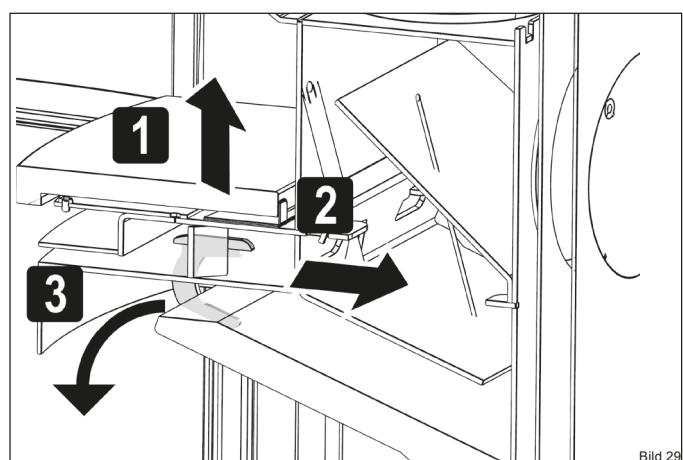

Bild 29
- Lösen Sie vorsichtig die Thermosteinhalter (Bild 29).